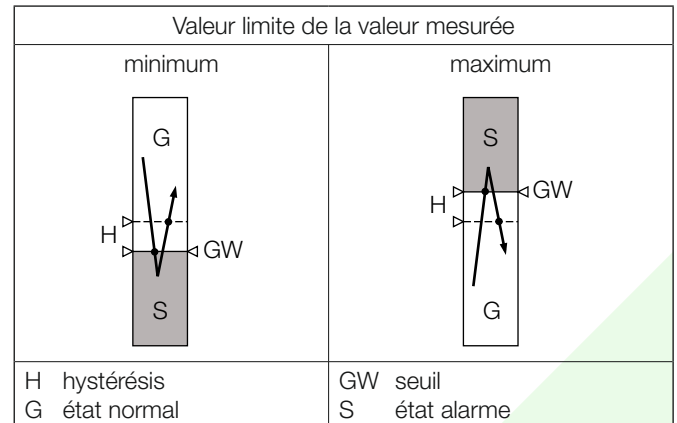

Fig. 3. Fonction de commutation suivant type de détecteur de seuil.
- Valeur limite minimum de la valeur mesurée (voir Fig. 3, à gauche)
- Valeur limite maximum de la valeur mesurée (voir Fig. 3, à droite)